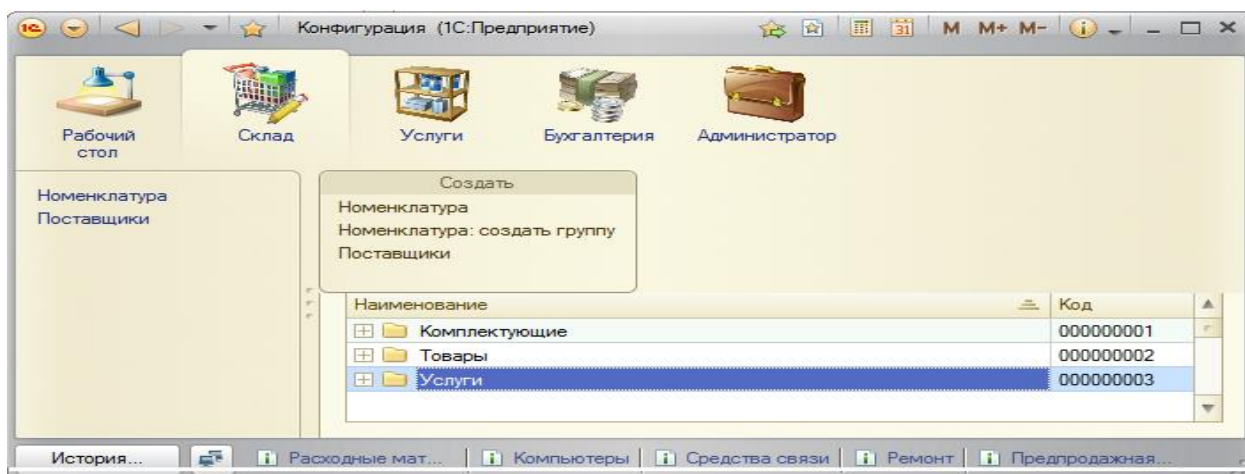

Рис. 30
- Окончательно созданный справочник Номенклатура в окне диалога будет выглядеть так, как показано на рис. 30